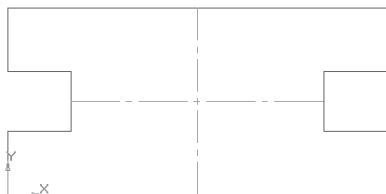

Рис. 46
- аналогичным образом найдите середину вертикального отрезка и постройте горизонтальный отрезок (рис. 46);